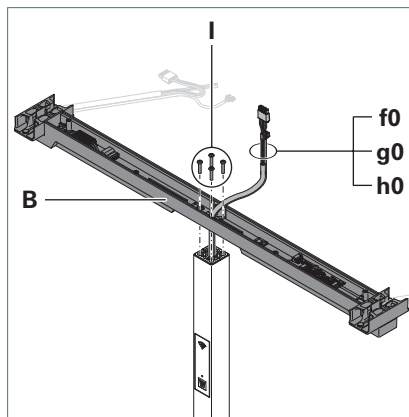

Fig. 7: Monter le support transversal sur le bras vertical.
1. Faites passer les câbles **f0**, **g0**, **h0** par le bas à travers le support transversal **B** et placez le support transversal sur le bras vertical, voir Fig. 7.